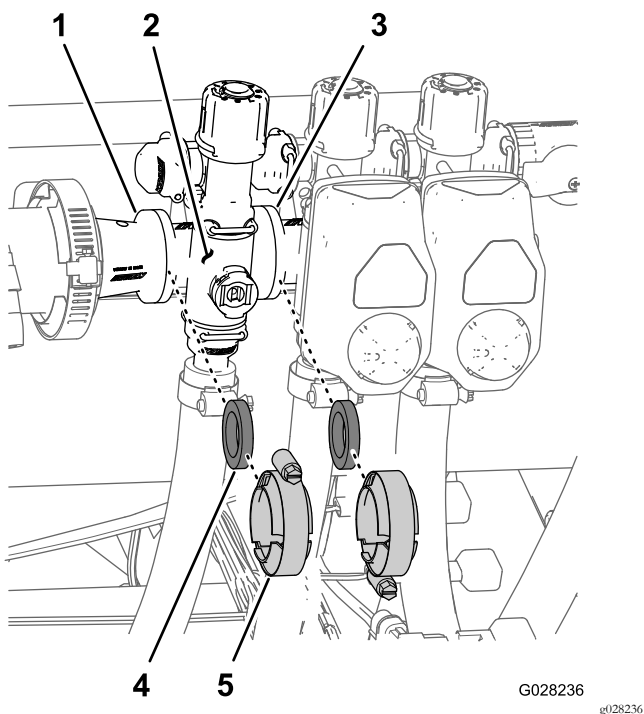

图136
1. 拆下将喷洒臂段阀歧管图136固定至相邻喷洒臂段阀如左喷洒臂段阀和异径管连接头的夹具和垫片。